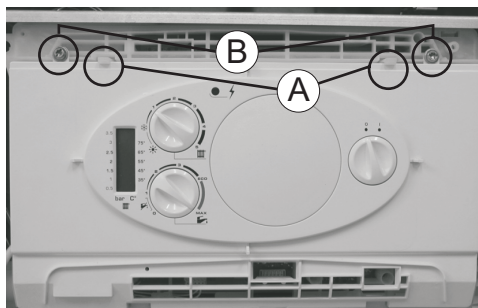
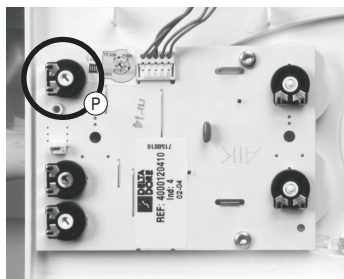

Рис. 19
Рис. 20
- Открутите 2 блокировочных винта (B) снизу на переднем покрытии котла и снимите покрытие (рис. 19).
- Осторожно уклоните 2 пластмассовых прихвата (A) пластмассового покрытия котла, которые находятся рядом с отверстиями от винтов и переднюю панель высуньте.
- В левой части панели находится доска для настройки котла (рис. 20).
- На рис. 20 изображен потенциометр с настройкой на 15 кВт.